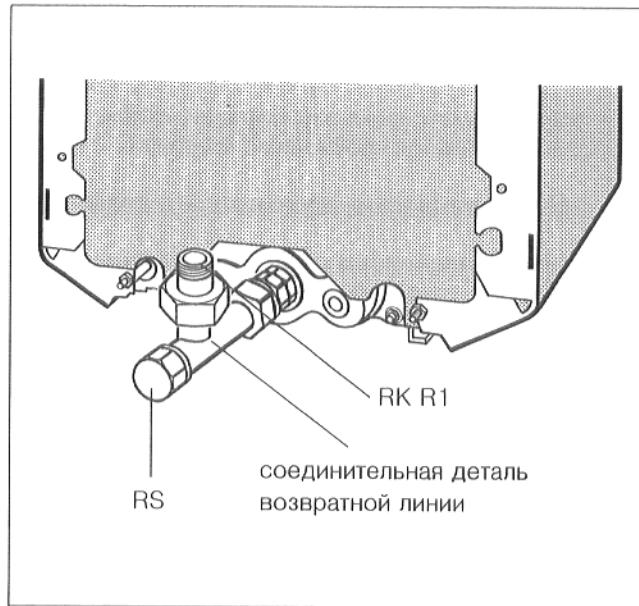

Рис. 11
- Возвратная линия бойлера (RS) подключается всегда сзади к соединительной детали возвратной линии, а возвратная линия отопительного контура (RK) к боковому выходу соединительной детали возвратной линии (рис. 11).**